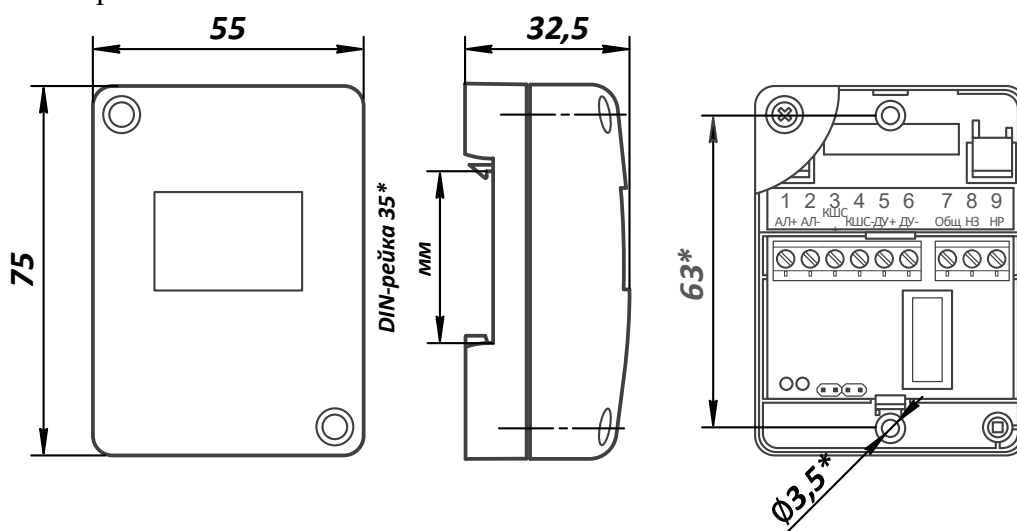
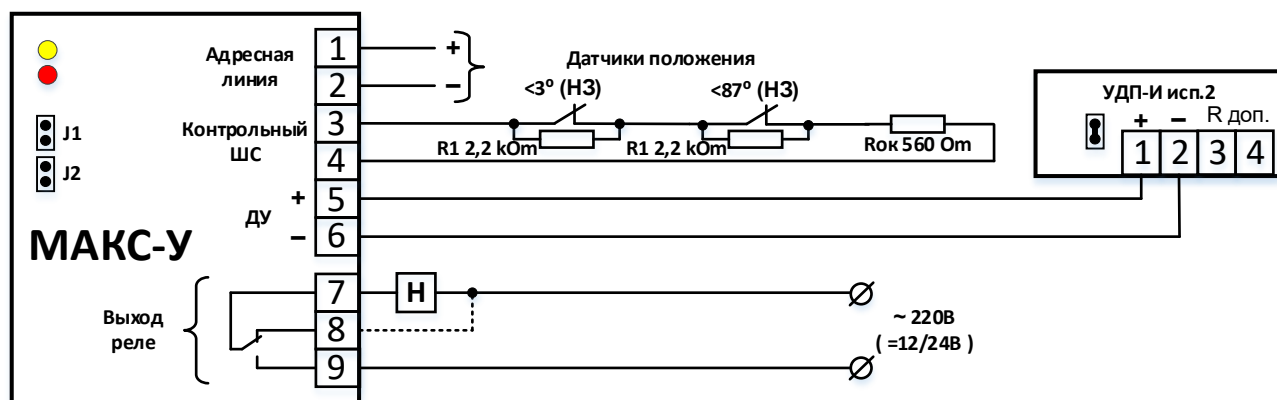

Рис.1. Габаритные и установочные размеры МАКС-У.
Рис.2. Схема подключения нормально-выключенной нагрузки.
1.9. Установка режимов работы модуля производится с помощью 2-х джамперов (см рис.2,3):
2.1.2. Габаритные и установочные размеры модуля показаны на рис.1, принципиальные схемы подключения – на рис.2 - 4.
На рис.2 при слаботочной нагрузке (светодиодное табло, сирена, некоторые приводы клапанов) возможна подсветка табло или слабое звучание оповещателя за счет протекания через них тока контроля цепи управления (п.4.8). Для устранения влияния тока контроля рекомендуется замыкать выключенную нагрузку, как показано пунктиром. Для сохранения контроля нагрузки замыкание следует производить резистором, подбирая его номинал в диапазоне $100\text{ Ом} \div 5\text{ кОм}$.